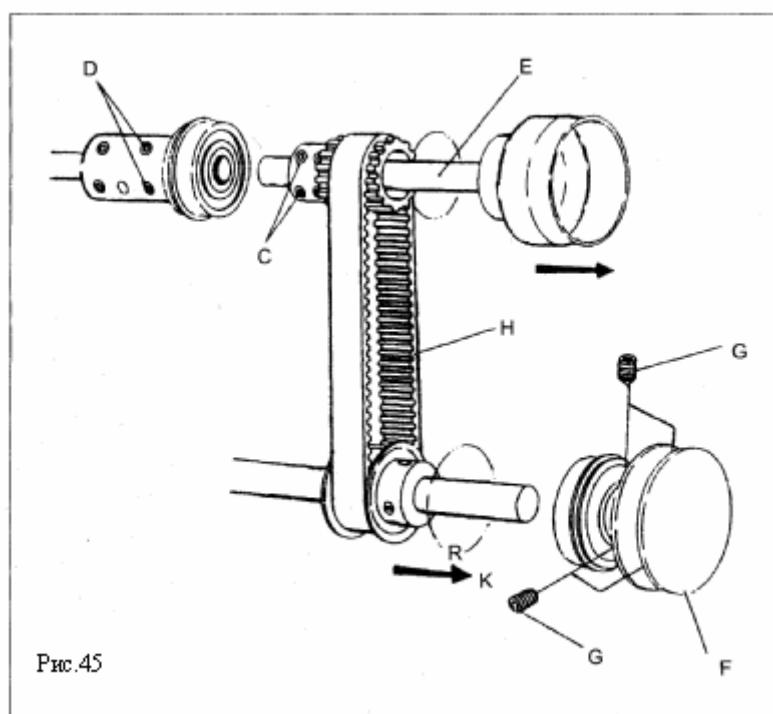

Рис.45
7-21 Замена приводного ремня верхнего вала (Рис.45)
- b. Ослабьте винты (D) и вытащите верхний вал (E), держа его за маховик машины. Снимите приводной ремень со звездочки главного вала и снимите верхний вал с машины.
- c. Ослабьте винт (G) на шкиве ремня и снимите шкив.
- d. Вытащите ремень из машины в направлении (K) через отверстие (R).
- e. Чтобы установить новый приводной ремень верхнего вала, произведите сборку в обратном порядке (d – c – b – a). Затем отрегулируйте синхронизацию между петлителем и иглой. По завершении регулировки надежно затяните винты (D) и (C) (Рис.45).